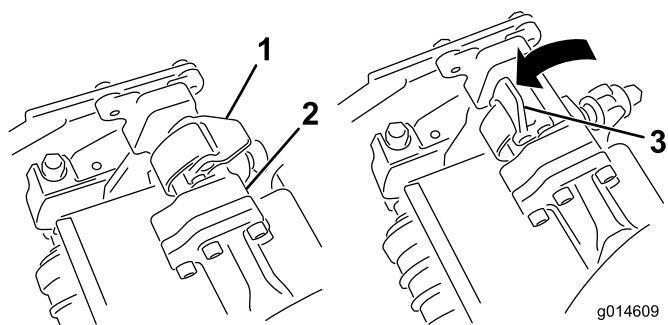
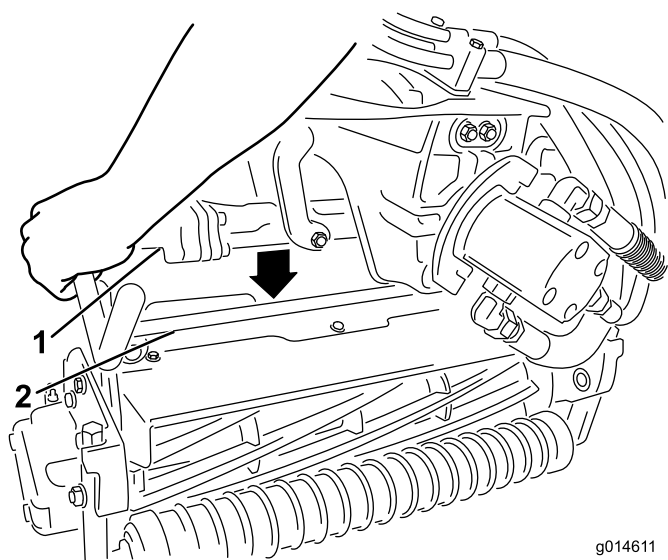

図 11
図 12
5. サスペンション・アームのバーについているラッチを上向き（開いた状態）にして（図 11）、サスペンション・アームを押し下げて、バーを、カッティングユニットのバーの上に被せるようにする（図 12）。
6. ラッチを下げて閉じるとカッティングユニットのバーがロックされてユニットがアームにセットされる（図 11）。